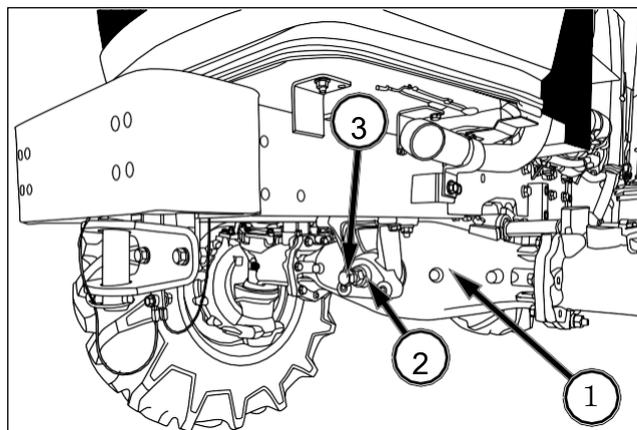

FIG. 241
FIG. 241: El juego delantero-trasero del eje motor delantero (1) en su soporte debe ser de entre 0,1 y 0,3 mm. El juego axial se mide con el eje elevado del suelo.